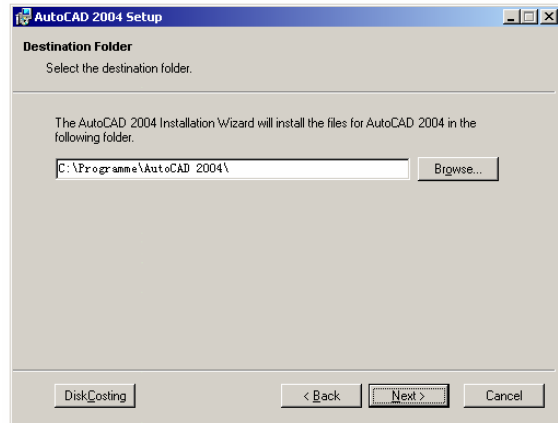

图 1-25 选择安装路径
(7) 单击 **next** 按钮, 选择安装的路径。AutoCAD 2004 安装时默认的安装目录是 C:\Program Files\AutoCAD 2004, 如图 1-25 所示。